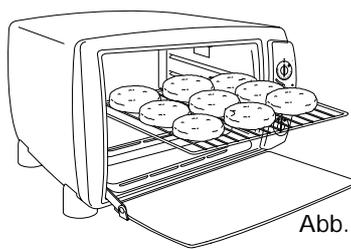
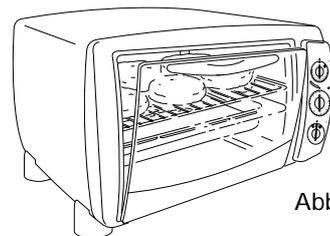

Abb. 2
Abb. 3
Nach dem Vorheizen das Grillgut direkt auf den Rost legen (Abbildung 2) und die Tür nicht ganz, wie in Abbildung 3 dargestellt, schließen; das Grillgut nach Ablauf der halben Grillzeit wenden.
Wichtig: Zum Erzielen optimaler Ergebnisse positionieren Sie das Grillgut so auf dem Rost (O), dass etwa 2 cm Freiraum zur Tür bleibt (siehe Abbildung 2).